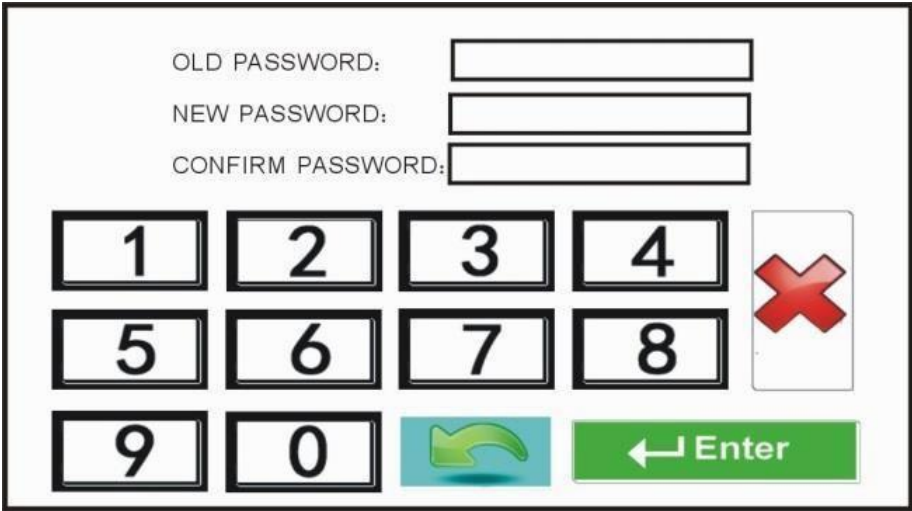

Рис. 4.30. Окно смены пароля пользователя
- e. **HELP TELEPHONE Nu** (телефонные звонки) в: 8608 — (2) — 10 (S), где 8608 телефонный номер службы экстренной помощи, (2) — число повторных наборов службы экстренной помощи, то есть всего дважды в данном примере, 10 (S) — длительность паузы в секундах между попытками набора телефонного номера службы экстренной помощи, то есть 10 секунд в данном примере.
6. В меню **SETTINGS** (системные настройки), нажав кнопку подменю **USER** **PASSWORD** (пароль пользователя) , вы попадаете в окно смены пароля пользователя. На Рис. 4.30 приведен внешний вид этого окна.